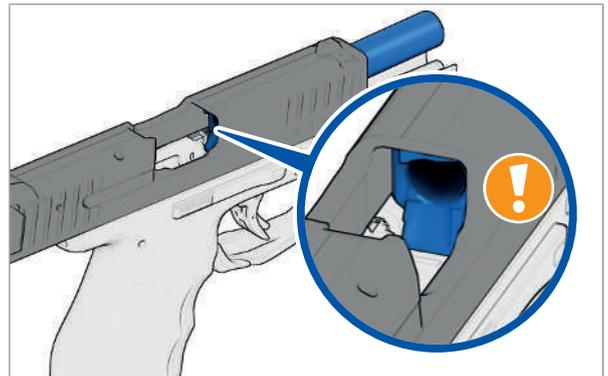

Abb. 19: In das Patronenlager schauen
3. In das Patronenlager schauen (Abb. 19). Es darf sich keine Patrone im Patronenlager befinden. Befindet sich eine Patrone im Patronenlager, liegt eine Störung vor. ► Störungen: Ursachen und Beseitigung.